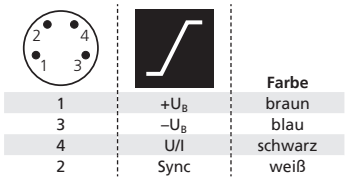

Bild 2: Pinbelegung mit Sicht auf den Sensorstecker und Farbkodierung der microsonic-Anschlusskabel
- Anschlusskabel an den M8-Gerätestecker anschließen, vgl. Bild 2.